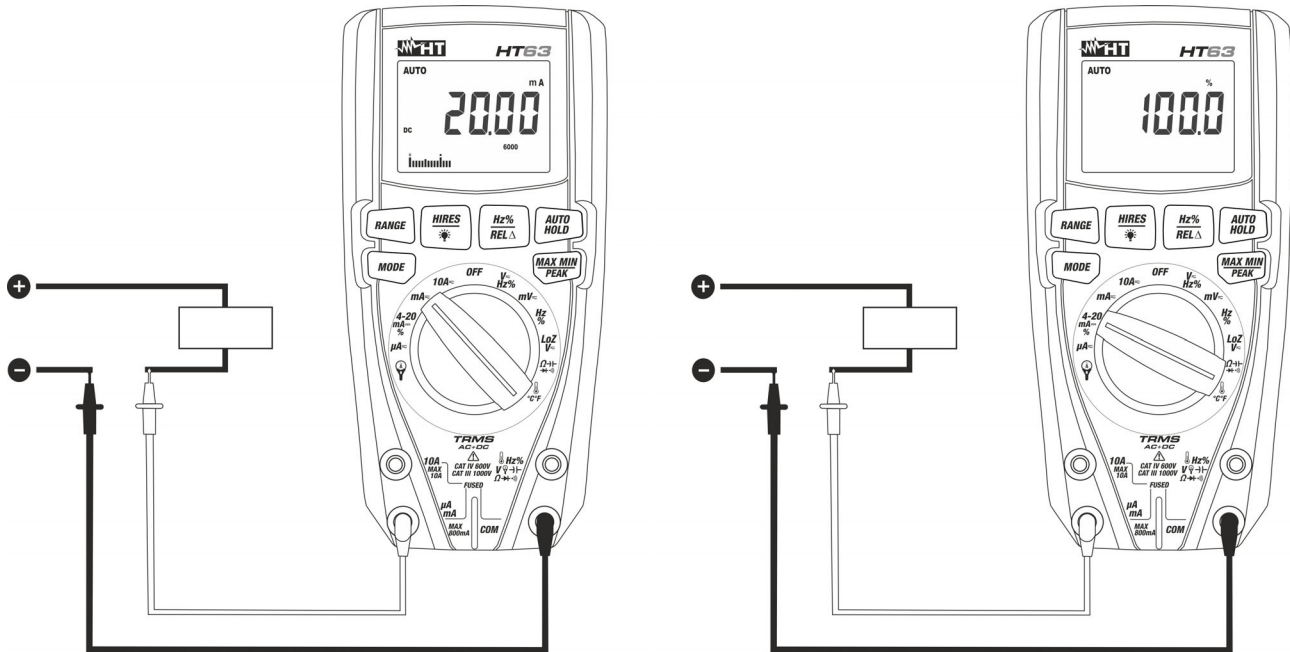

Fig. 10: Uso dello strumento per misura di Corrente DC, AC+DC e lettura 4-20mA%
4. Collegare il puntale rosso ed il puntale nero in serie al circuito di cui si vuole misurare la corrente rispettando la polarità ed il verso della corrente (vedere Fig. 10)
6. Il valore della corrente DC (vedere Fig. 10 – parte sinistra) è visualizzato a display
7. Il valore della lettura 4-20mA% (0mA = -25%, 4mA = 0%, 20mA = 100% e 24mA = 125%) (vedere Fig. 10 – parte destra) è visualizzato a display. La barra grafica non è attiva in questa funzione
9. La visualizzazione del simbolo "-" sul display dello strumento indica che la corrente ha verso opposto rispetto alla connessione di Fig. 10